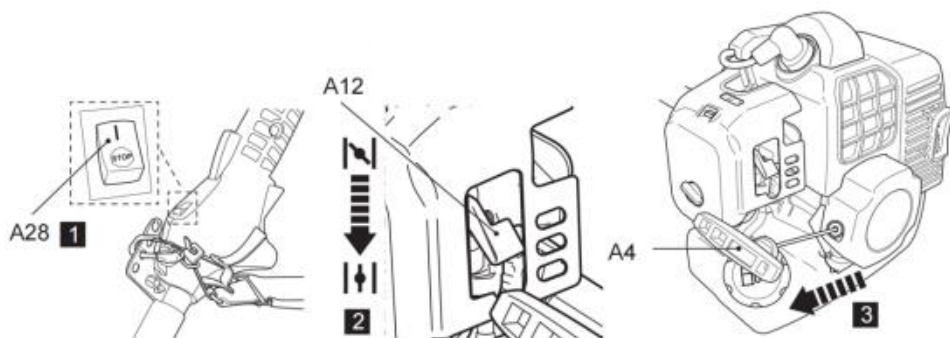

Fig. 40
5. Tire suavemente de la manivela de arranque (A4) hasta que sienta resistencia y luego tire rápidamente. Repita el proceso hasta que arranque el motor (Fig. 40).